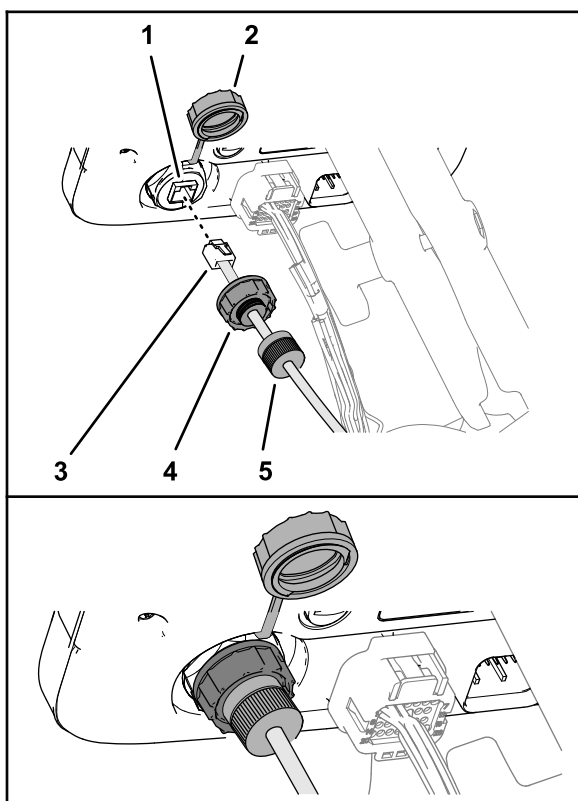

Рисунок 179
2. В передней части дисплея опрыскивателя снимите колпачок с порта RJ45 (Рисунок 179).
3. Вставьте разъем RJ45 кабеля передачи данных модема с маркировкой X-CONSOLE в порт RJ45 дисплея опрыскивателя (Рисунок 179).
4. Установите уплотнительную гайку порта на порт RJ45 дисплея опрыскивателя и затяните уплотнительную гайку (Рисунок 179).
5. Установите зажимную гайку поверх уплотнительной гайки порта и затяните зажимную гайку (Рисунок 179).